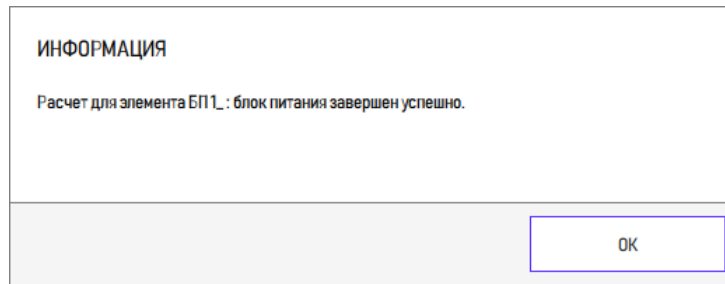

Рисунок 213 – Информационное окно с сообщением об успешном выполнении расчета
- 10) После успешного выполнения расчета для финального изделия или одного из его элементов нажать кнопку «ОК» в появившемся информационном окне (рисунок 213).